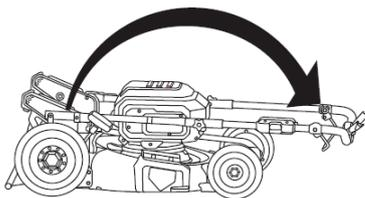

Рис. 25
4. Отпустите рычаг быстрой регулировки рукоятки и продолжайте поворачивать рукоятку до тех пор, пока штифты блокировки с обеих сторон не зафиксируются. Вы услышите щелчок, когда рукоятка будет в правильном положении (Рис. 25).